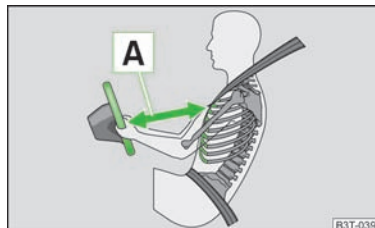

Fig. 121
- Es importante que el conductor y el acompañante mantengan una distancia mínima de 25 cm con respecto al volante o al cuadro de interruptores » **fig. 121 A**. Si no respeta la distancia mínima, el sistema de airbag no podrá protegerle - ¡Peligro de muerte! Además, los asientos delanteros y los reposacabezas siempre deben estar correctamente ajustados a la estatura del ocupante.